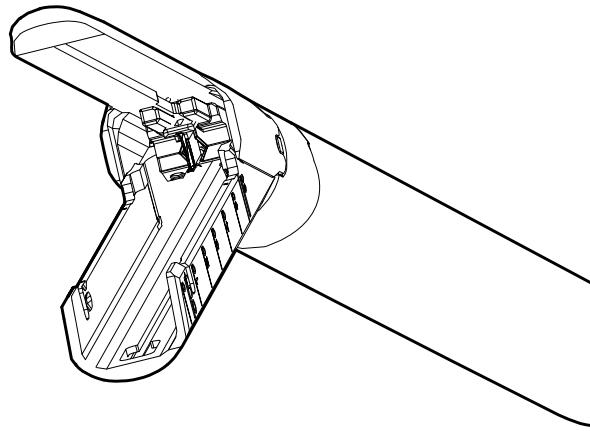

Figura 2.25 Enxágue e limpe as mandíbulas para remover os grampos soltos
1. Limpe e remova os grampos soltos das mandíbulas do instrumento enxaguando-o com soro fisiológico ou água estéril. Limpe com um pedaço de gaze de 4x4 úmido e estéril, prestando atenção especial aos espaços da mandíbula superior, ao canal de recarga e à parte de trás do canal de recarga (Figura 2.25). Certifique-se de que resíduos e grampos soltos não permaneçam no local antes de instalar uma nova recarga.